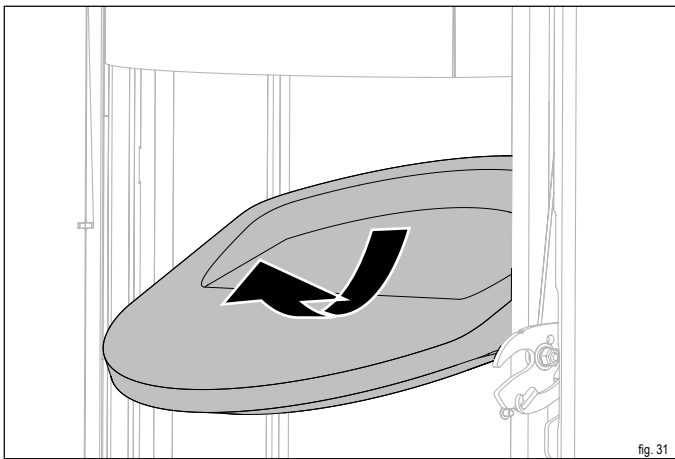

fig. 31
- ▶ Estrarre con cautela la pietra termica dal supporto come raffigurato (fig. 31).